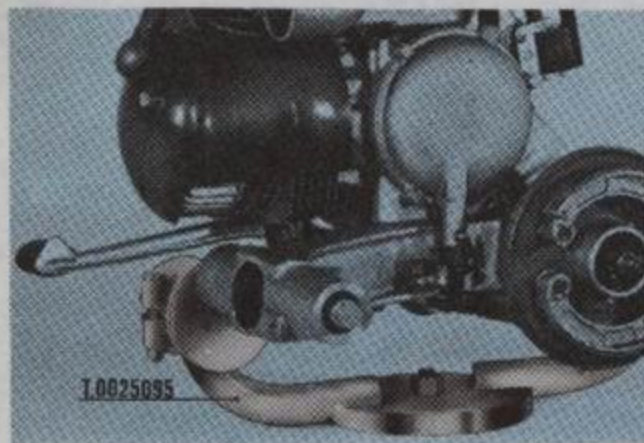

Fig. 28
Después de efectuar el vaciado del aceite en una cubeta limpia a través del agujero de vaciado aceite, montar el grupo motor sobre el soporte T. 0025095 (Fig. 28).
**Fig. 28. Culata - cilindro:** Desconectar el cable de A. T. de la bujía, quitar el deflector de refrigeración —actuando sobre las tres fijaciones—, quitar el silenciador, el carburador y desmontar culata y cilindro después de quitar las cuatro tuercas de fijación sobre la culata.